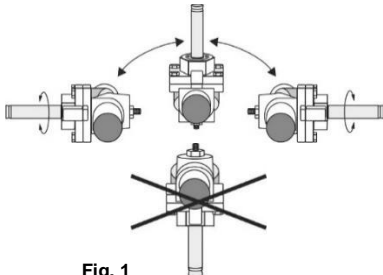

Fig. 1
- Las válvulas pueden montarse en las líneas tanto en posición horizontal como en vertical (Fig 1). No colocar en posición invertida ya que ello puede provocar mal funcionamiento de la válvula solenoide.